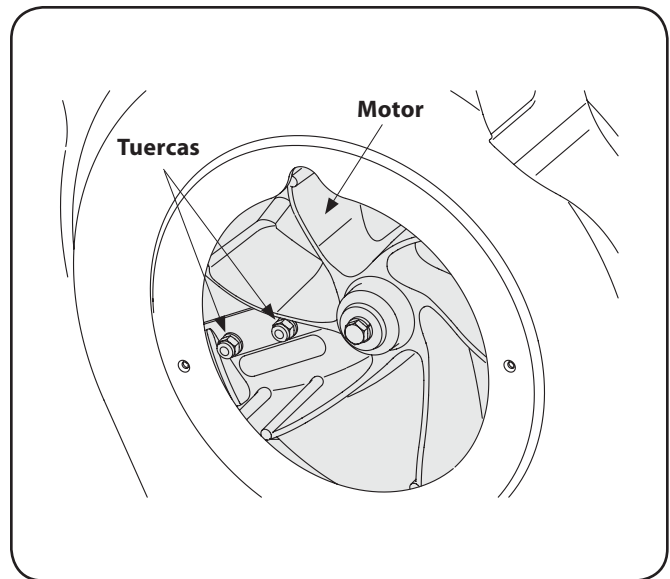

Figure 7-6
10. Es posible alcanzar las tuercas de los tornillos de cabeza plana desde la parte inferior, mediante una llave universal de 1/2 pulg. con extensión. Vea la fig. 7-6.